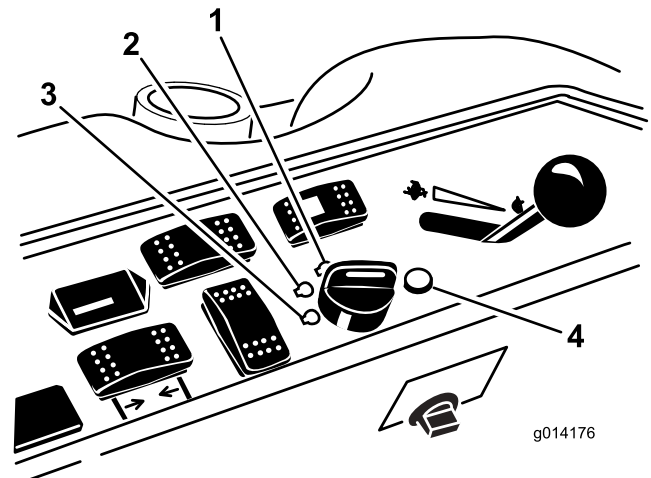

**Figura 11**
4. Desloque o interruptor PTO (tomada de força) para a posição off (Figura 11).
5. Desloque a alavanca do acelerador para metade entre as posições Fast (rápido) e Slow (lento) (Figura 11).